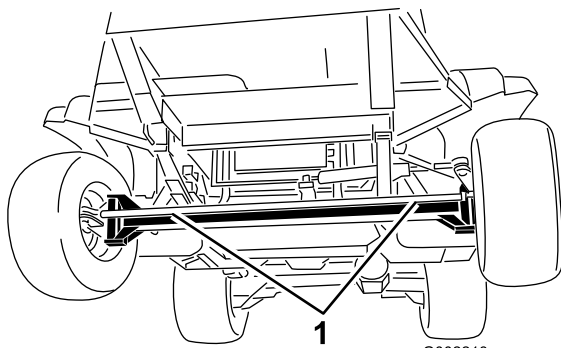
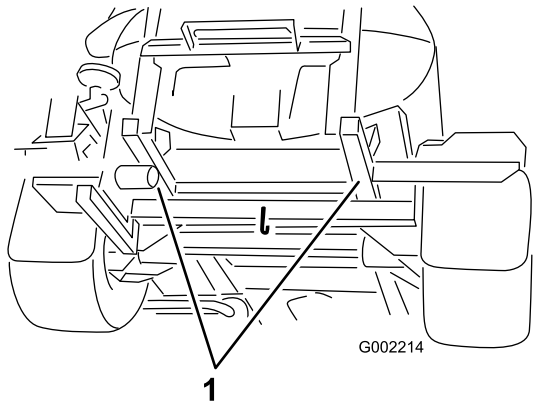

图28
图29
2. 在机架上系上拖绳。请参照图28和图29上的前后牵引点。